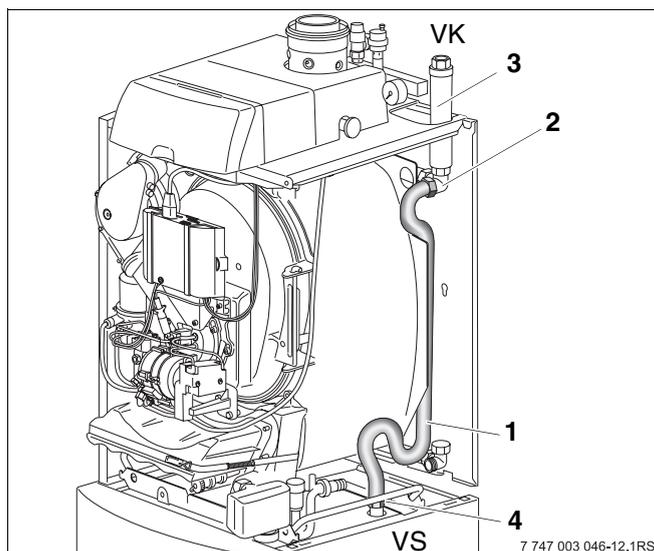

Bild 12 Speichervorlaufrohr montieren
- Kappe vom Vorlauf-Winkelverteiler (Bild 12, **Pos. 2**) abschrauben.
- Speichervorlaufrohr (Bild 12, **Pos. 1**) mit eingelegter Dichtung an den seitlichen Anschluss am Vorlauf-Winkelverteiler (Bild 12, **Pos. 2**) anschrauben.
- Speichervorlaufrohr (Bild 12, **Pos. 1**) mit Dichtung $\varnothing 17 \times 24 \times 2$ an den Speichervorlauf (Bild 12, **Pos. 4**) anschrauben.